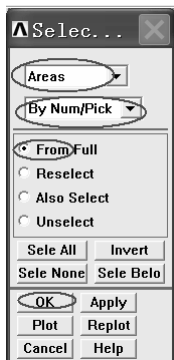
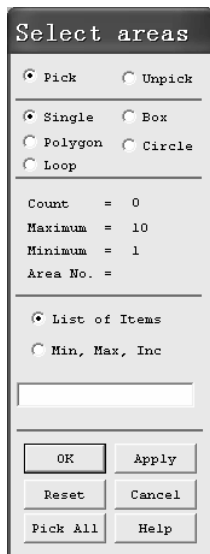
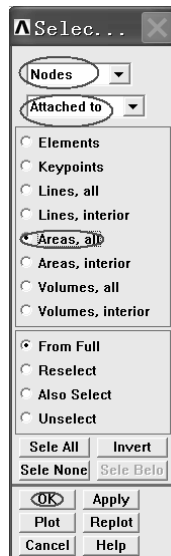

图 5-17 “Selec...” 窗口
图 5-18 “Select areas” 窗口
图 5-19 “Selec...” 窗口
(1) 依次选择 Utility Menu>Select>Entities...，弹出“Select...”窗口（见图 5-17）。在该窗口的第一个方框中选择“Areas”，在第二个方框中选择“By Num/Pick”，再选中“From Full”前的单选框，然后单击“OK”按钮，弹出“Select areas”窗口（见图 5-18）。
(2) 单击鼠标左键选择杆的右端面，然后单击“OK”按钮。
(3) 依次选择 Utility Menu>Entities...，弹出“Select...”窗口（见图 5-19）。在该窗口的第一个方框中选择“Nodes”，在第二个方框中选择“Attached to”，再选中“Areas, all”前的单选框，然后单击“OK”按钮。